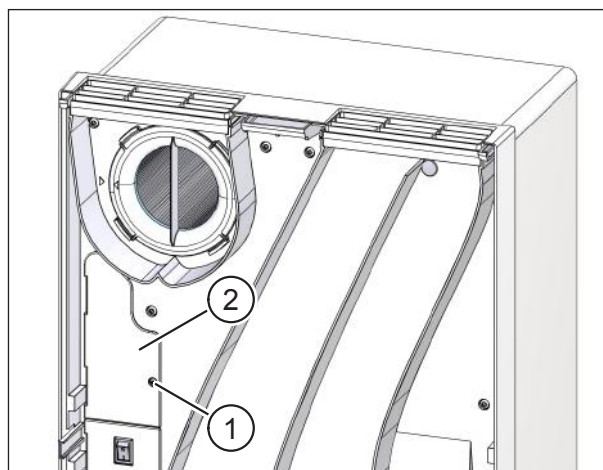

Рис. 33: снять крышку блока электроники
- ▶ При помощи отвертки ослабьте Торх-винт (поз. 1 на рис. 33) на крышке блока электроники (поз. 2 на рис. 33).